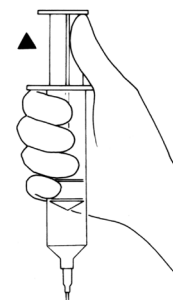

Figura 4-4a. Aspirazione dell'aria
5. Aspirare l'eventuale aria residua nella cuffia, fino a percepire una leggera resistenza da parte dello stantuffo della siringa. **(Figura 4-4a)**